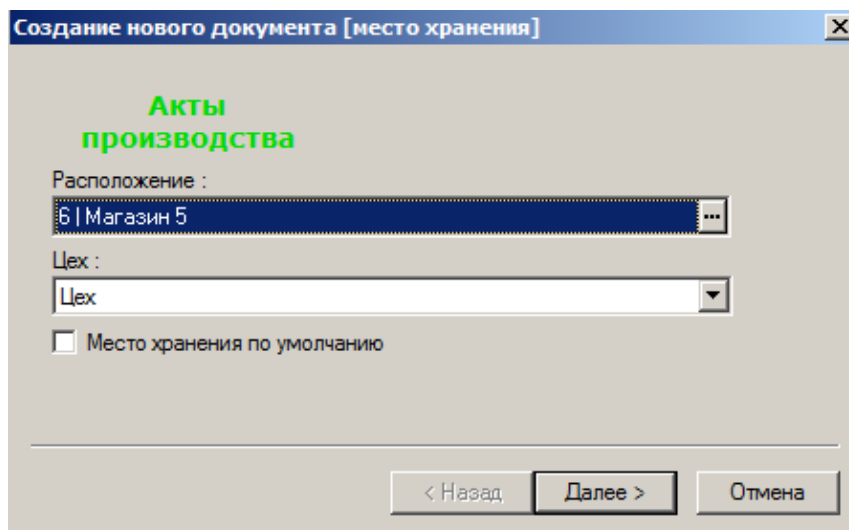

Рисунок 58 – Создание акта производства (1)
2. Из раскрывающихся списков (Рисунок 58) выбрать: